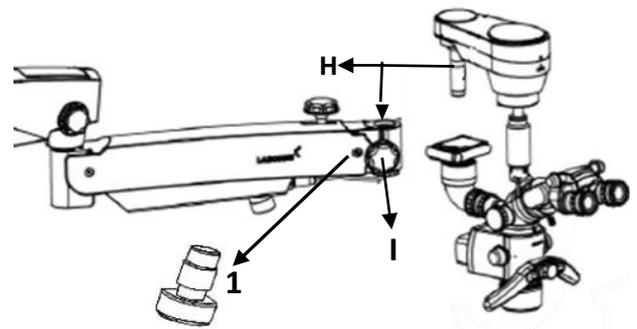

Figura 31
8. Abra otra caja y extraiga el conjunto del soporte ABA. Consulte la figura 31.
- Inserte el eje del brazo de equilibrio automático (ABA) (H) en el brazo de suspensión.
- Bloquee el brazo de equilibrio automático (ABA) con la perilla roscada (I).
- Asegúrese de que el tornillo de seguridad (1) esté instalado y apretado.